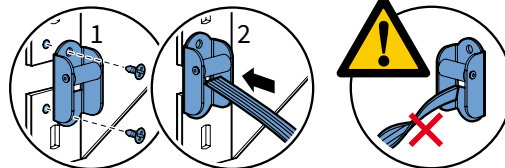

fig. 1.4 Ophangen scherm bandbediening binnenzijde
- Voor de band is dit in de hiervoor bestemde uitsparing in de muursteen (fig 1.4).